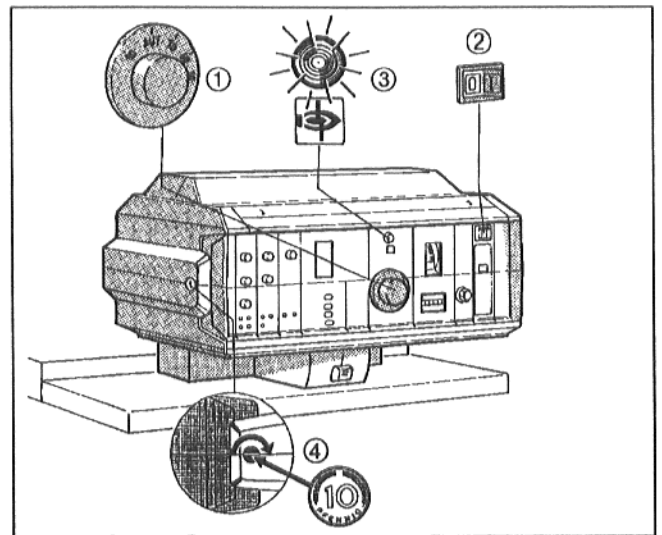

Рис. 1 – HS 3220
- Шлиц винта ④ справа и слева на прозрачной крышке устройства регулирования установить в горизонтальное положение (например, с помощью монеты – Рис. 1).
- Установить переключатель режима работы ② в положение I (ВКЛ).
- Настроить регулятор температуры подающей линии котла ① на желаемое значение температуры (соблюдать минимально допустимую температуру 50 °C!).